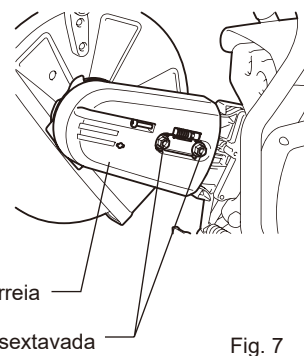

Fig. 7
- (7) Monte a cobertura da correia. (Fig. 7) Gire o parafuso de ajuste de tensão para ajustar a tensão da correia V. Quando o ajuste de tensão estiver terminado, aperte firmemente a porca de aperto.